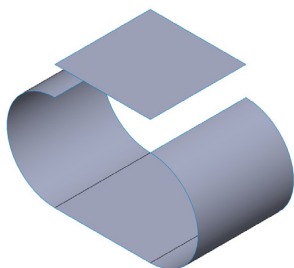

图 7-75 删除曲面对象
(4) 在【删除面】属性管理器中, 单击【确定】按钮, 即可删除曲面对象, 效果如图 7-75 所示。